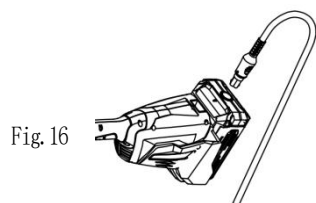

Fig. 16
3. Connecter et déconnecter la batterie de la machine (Fig. 16).